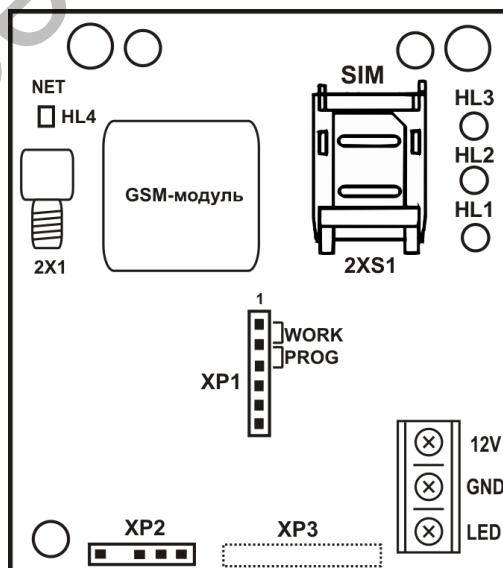

Рисунок 4.1 – Зовнішній вигляд модуля
4.1 Модуль виконаний у вигляді окремого блоку, що підключається до ППКП та встановлюється на плату БМК. Зовнішній вигляд модуля наведено на рис. 4.1.
1) Встановити на модулі джампер ХР1 в положення «PROG» (рис. 4.1).